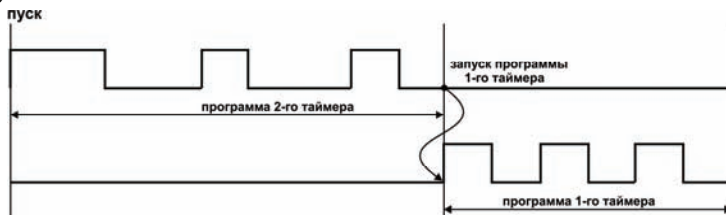

Рисунок 19
3.1.6.6. При « $rEst$ »=5 (установка возможна только при значениях « LnP »=1, 2 или 3) запуск или перезапуск таймера 1 происходит после окончания выполнения программы таймера 2 (рисунок 19).